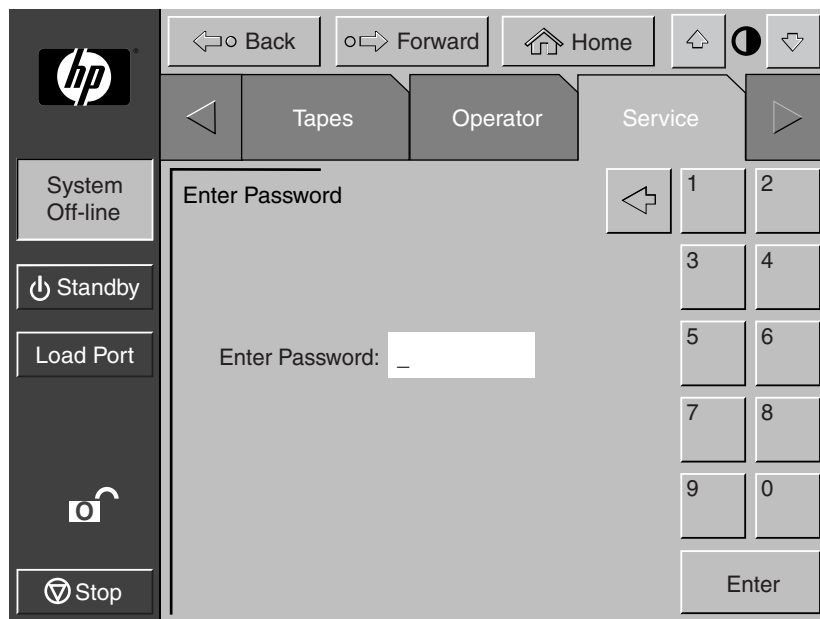

Figura 5-1: Schermata Enter Password (Immetti password)
1. Selezionare la scheda Service (Assistenza). Il pannello di controllo visualizza la schermata della password (vedere la Figura 5-1).